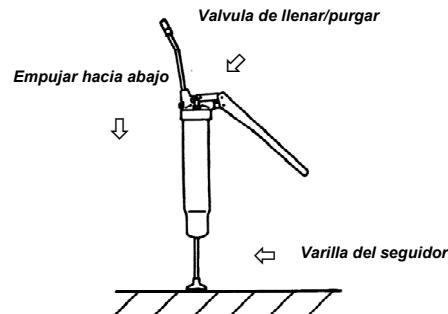

Figure 5
- 5) Purgue el aire de la grasa (véase Fig 5)